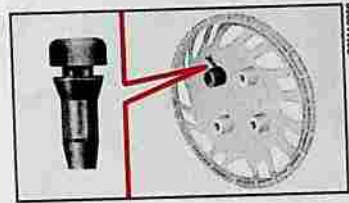

fig. 7
4) Monter l'enjoliveur de roue en faisant coïncider le symbole  fig. 7 avec la valve de gonflage.